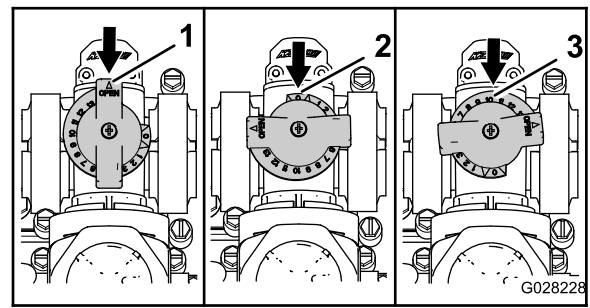

Figura 48
- La Figura 48, A, muestra la válvula de desvío de agitación en la posición de **ABIERTA**.
- La Figura 48, B, muestra la válvula de desvío de agitación en la posición de **CERRADO (0)**.
- La Figura 48, C, muestra la válvula de desvío de agitación en la posición **INTERMEDIA (RELATIVAS AL MANÓMETRO DEL SISTEMA DE FUMIGACIÓN)**.